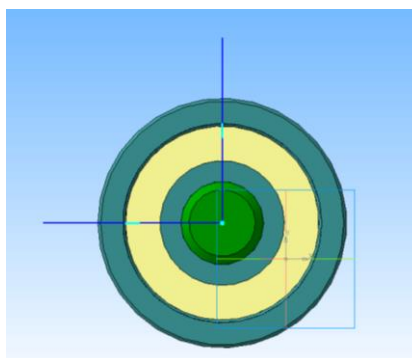

Рисунок 71.
3. Из начала координат проводим два отрезка основной линией под углом  $90^0$  (рисунок 71).